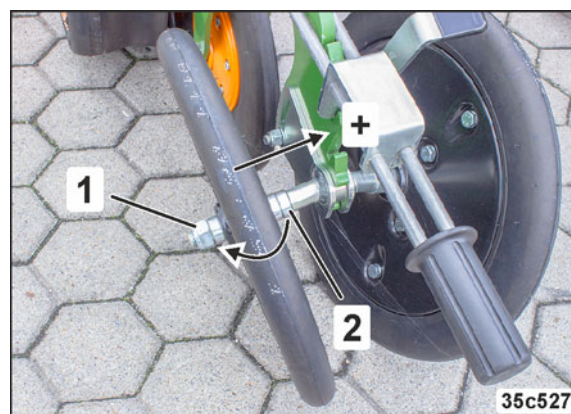

Fig. 180
3. Enlever l'écrou de sécurité (Fig. 180/1)
4. Retirer la roue de rappui et déplacer les entretoises (Fig. 180/2)